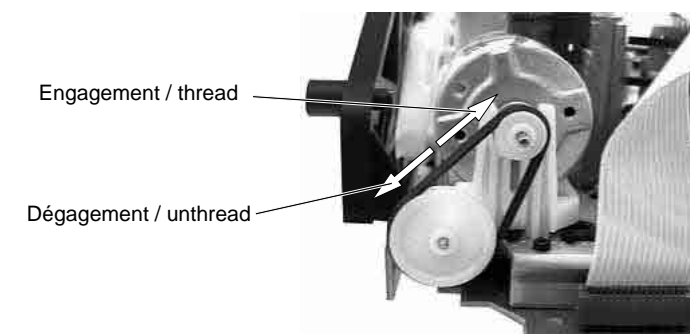
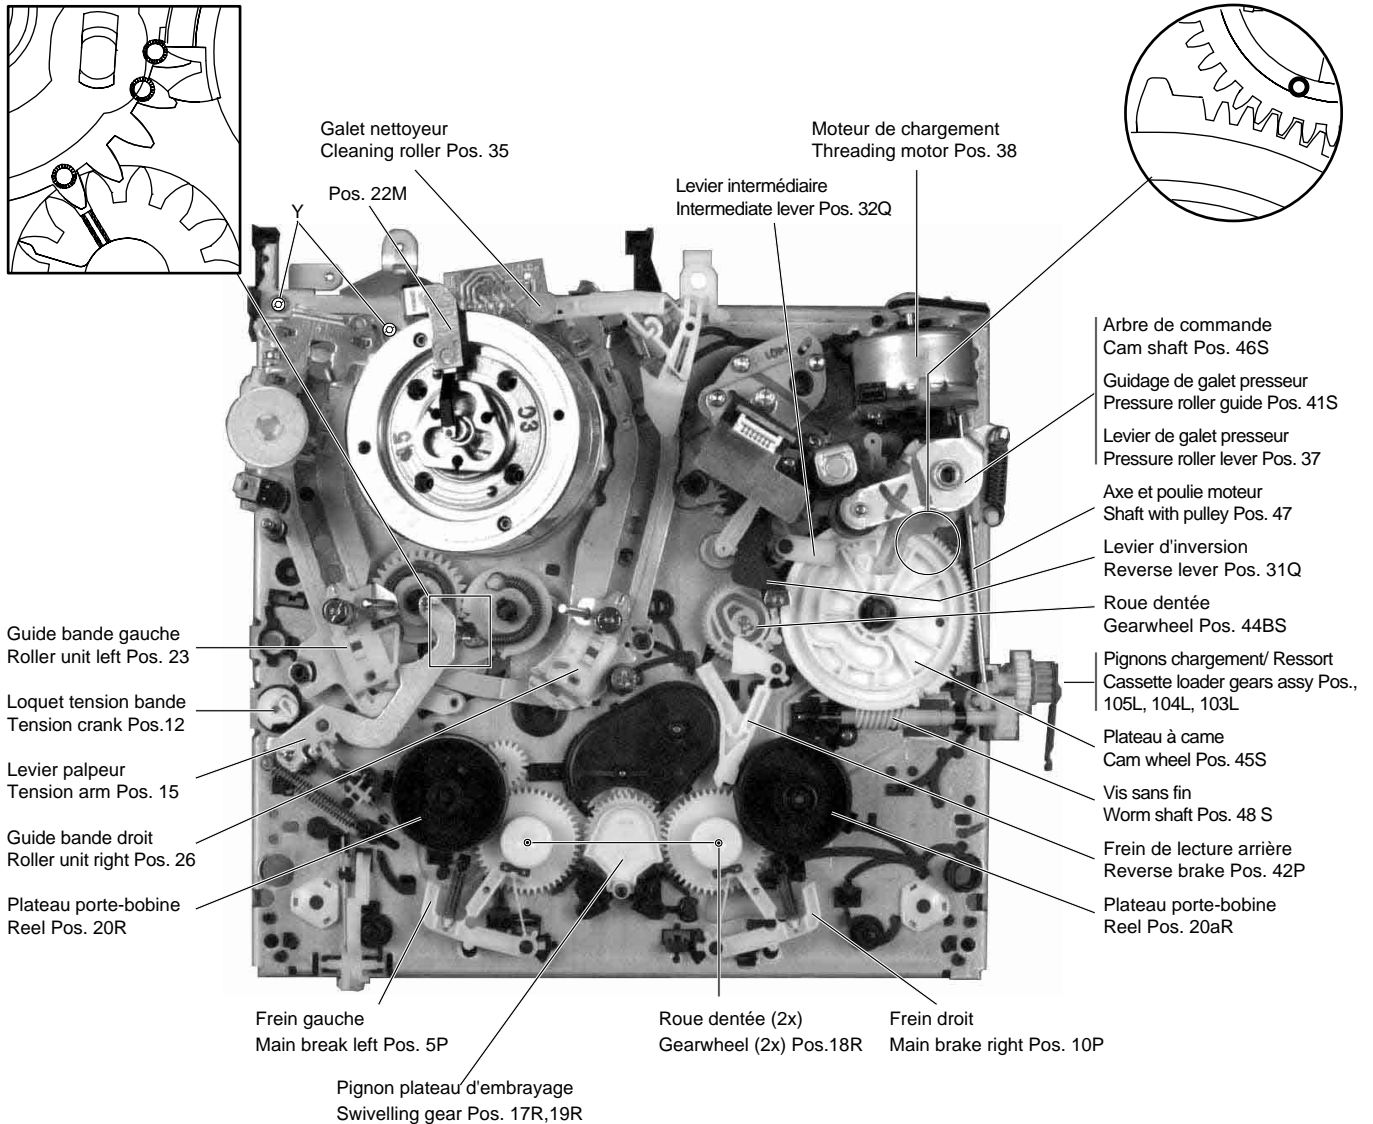
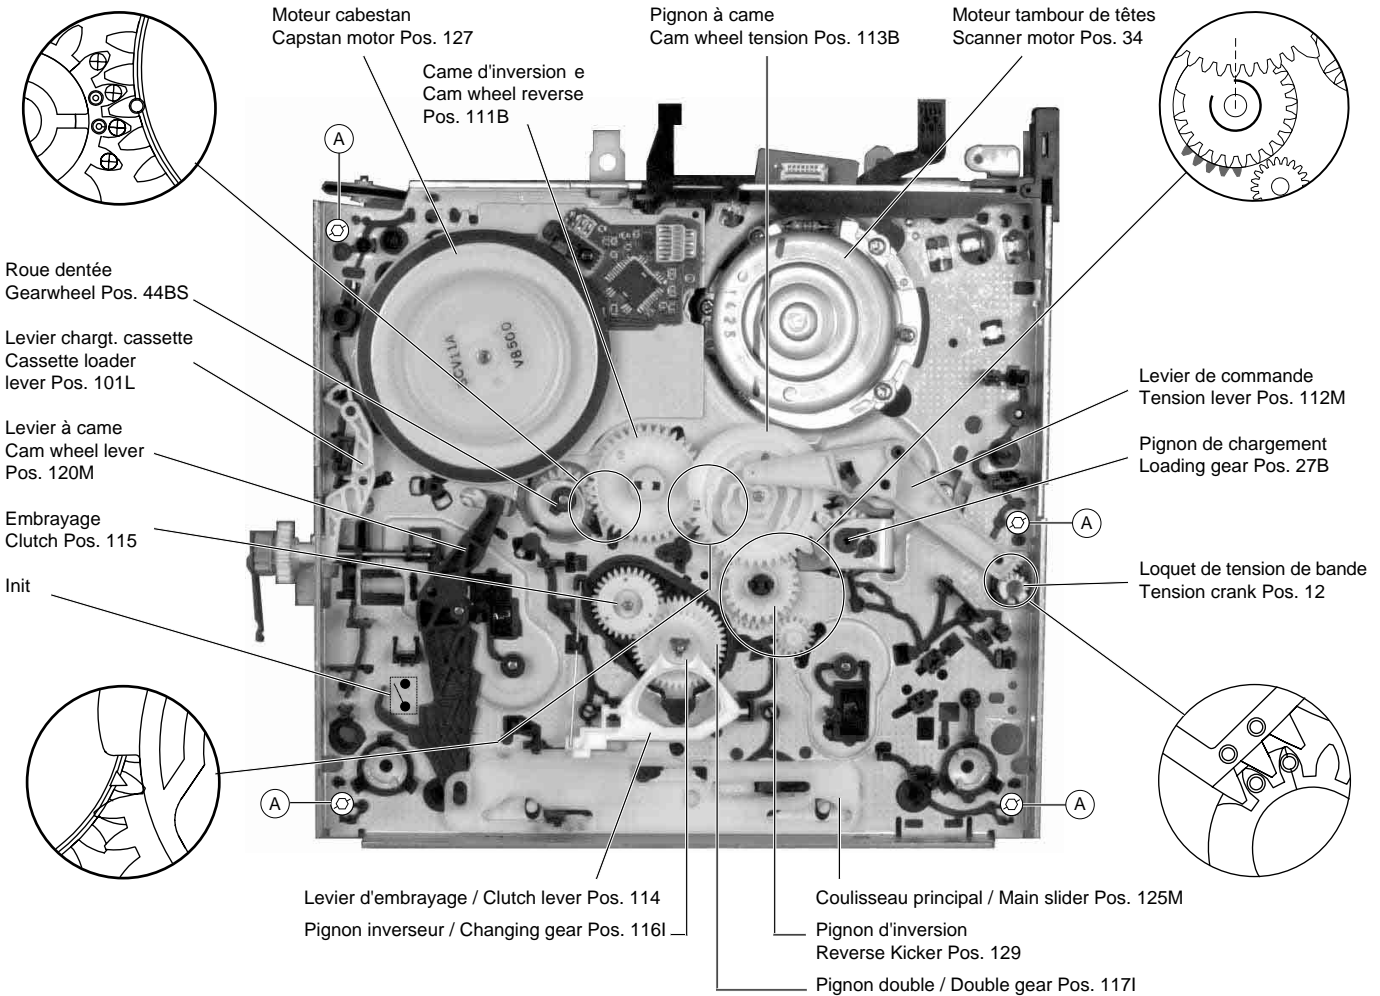
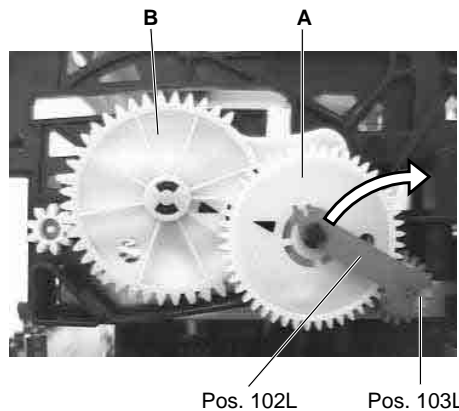

Fig. 3
Fig. 4
Fig. 5
Fig. 6
- Tourner le moteur de chargement dans le sens contraire des aiguilles d'une montre (Fig. 3), jusqu'à la position basse du logement de cassette.
Si en appuyant sur la touche "Eject" la mécanique ne dégage pas la bande et n'éjecte pas la cassette, il est possible d'effectuer manuellement l'opération. Il suffit de tourner l'axe du moteur de chargement (Fig. 3). Pour éviter que la bande ne forme des boucles, actionner simultanément le moteur cabestan (Pos. 127, Fig. 5) dans le sens inverse des aiguilles d'une montre jusqu'à ce que la cassette soit entièrement rembobinée.
If the tape deck does not unthread and eject the cassette by pressing the Eject button this function can also be effected manually by turning the driving gear at the threading motor (Fig 3). To avoid slackening of the tape, turn the capstan motor (counterclockwise) (Pos. 127, Fig. 5) and the driving gear alternately until the tape is completely wound up in the cassette.
Ci-après sont représentées en détail les pièces marquées et positionnées pour le montage des parties supérieures et inférieures (Fig. 4, Fig. 5).
- Tourner le moteur de chargement dans le sens "engagement de bande" (Fig. 3) jusqu'au déverrouillage du pignon (Pos. 103L, Fig. 6).
- Défaire le clip (Pos. 102L) de l'axe du pignon "A" (Fig. 6).
- Dévisser les 4 vis de fixation (A) (Fig. 5) du compartiment cassette sur la face inférieure de la mécanique.
The following diagrams show in detail the marked components and their correctly aligned position on the top and bottom side (Fig. 4, Fig. 5).
- Turn the driving gear of the threading motor in the "threading" direction (Fig. 3) until the gearwheel (Pos. 103L, Fig. 6) disengages.
- Release the bracket (Pos. 102L) from the shaft of gearwheel "A" (Fig. 6).
- Unscrew the 4 screws (A) (Fig. 5) on the underside of the cassette compartment.
- Logement de cassette en position basse et pignon "A" (Fig. 6) engagé.
- Remarque:** Lorsque les pignons d'ascenseur de cassette (A et B, Fig. 6) sont pourvus de flèches de marquage celles-ci doivent coïncider.
- Fixer le logement de cassette avec les 4 vis inférieures (A) (Fig.5).
- Verrouiller le clip (Pos. 102L) sur l'axe du pignon "A" (Fig. 6).
- Cassette compartment down, gearwheel "A" (Fig. 6) engaged.
- Note:** For video recorders which are fitted with cassette lift gear wheels (A and B, Fig. 6) marked with arrows, the arrows must show towards each other.
- Fasten the cassette compartment with the 4 screws (A) (Fig. 5) at the bottom.
- Place the bracket (Pos. 102L) onto the shaft of gearwheel "A" and lock it in (Fig. 6).
- Dévisser les 2 vis Y (Fig. 4), puis retirer l'équerre de fixation (Pos. 22M, Fig. 4) et le tambour de têtes.
- Undo 2 screws Y (Fig. 4), remove the bracket (Pos. 22M, Fig. 4) and the head amplifier.